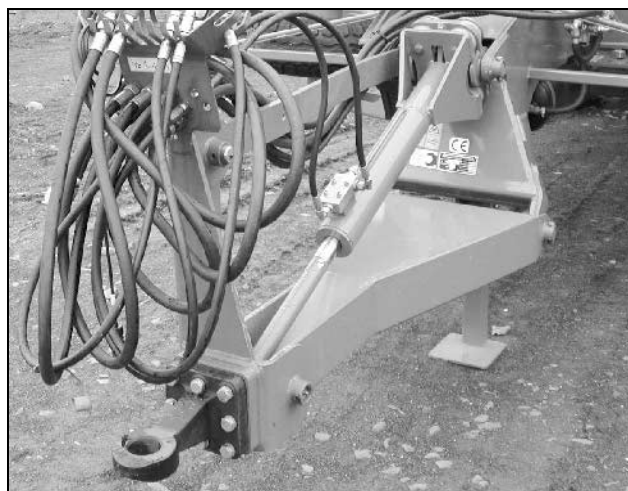

Fig. 11
- Pendulophæng med et hitch træk (Fig. 11)